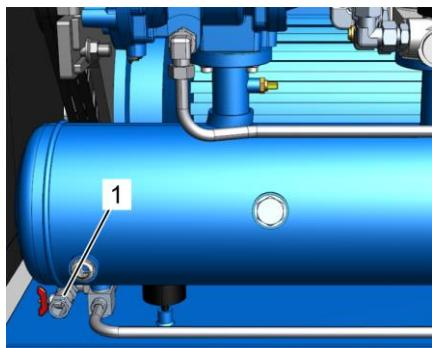

Рис. 34: Отверстие для слива охлаждающей жидкости
5. Осторожно откройте отверстие для слива охлаждающей жидкости (Рис. 34/1) и проверьте вытекающую жидкость.
7. Закройте отверстие для слива охлаждающей жидкости (Рис. 34/1) *Приложение В «Моменты затяжки винтов» на странице 119.*